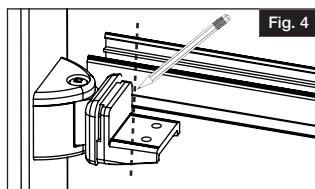
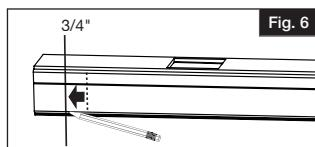

Fig. 4
Fig. 6
- Alinear el tramo en el ángulo deseado y marcar los travesaños superiores (Fig. 4) y los travesaños inferiores (Fig. 6).
- En el travesaño superior, cortar el tramo directamente en las marcas realizadas en el paso 3 (Fig. 4).